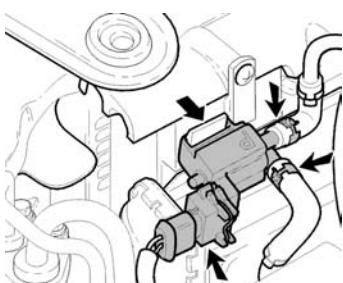

Abb. 5
- Taktventil vom Halter lösen (Abb.5) (bei Fahrzeugen Modelljahr 98/99 bis Fahrgestellnr. 414999 muss das Taktventil erneuert werden. Ab Modelljahr 2000 und Fahrgestellnr.:415000... muss nur der Halter geändert werden.).